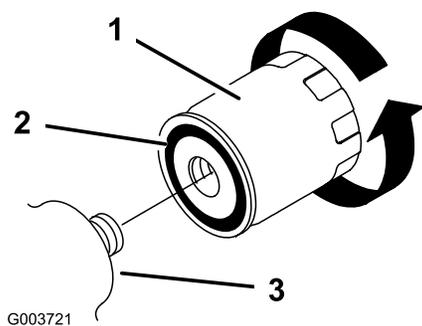

Figure 33
4. Enlevez le filtre à huile usagé (Figure 33) et essuyez la surface du joint de l'adaptateur.
5. Appliquez une fine couche de liquide hydraulique sur le joint en caoutchouc du filtre de rechange (Figure 33).
6. Montez le filtre de rechange sur l'adaptateur (Figure 33). Tournez le filtre dans le sens horaire jusqu'à ce que le joint rejoigne l'adaptateur, puis donnez 1/2 de tour supplémentaire.